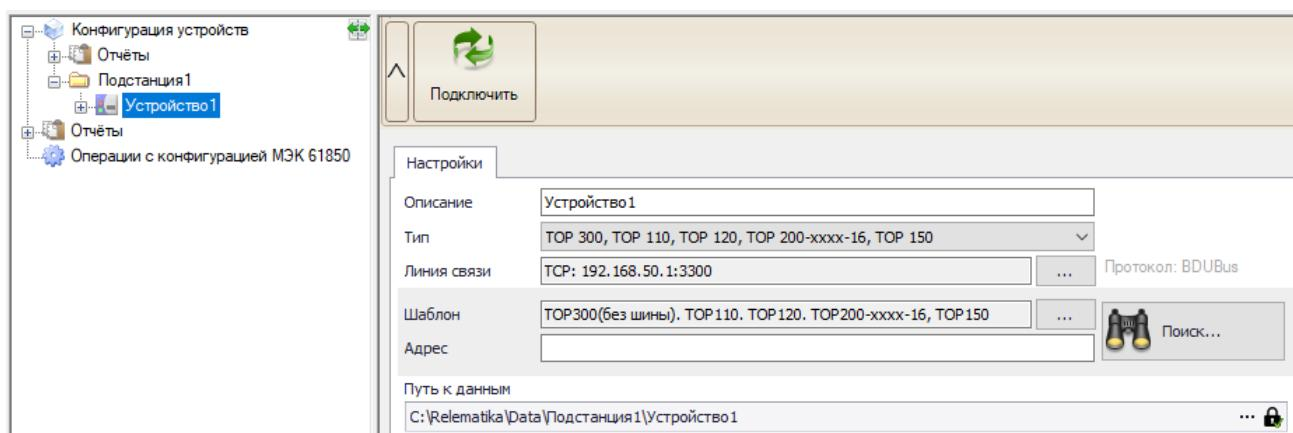

Рисунок 4.10 – Элемент Устройство
Настройка подключения к устройству выполняется в элементе **Устройство** в дереве конфигурации (рисунок 4.10). Элемент **Устройство** содержит следующие поля для редактирования:
- Вкладка «Настройки» - отображает настройки подключения к устройству (рисунок 4.10). В режиме подключения (онлайн режим) настройки недоступны для редактирования;